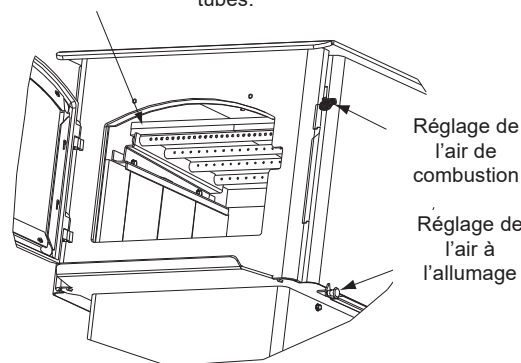

Figure 13.1
1. Confirmez que la position du déflecteur est correcte. Il doit affleurer le tube avant et reposer sur tous les tubes (**Figure 13.1 et 13.2**).